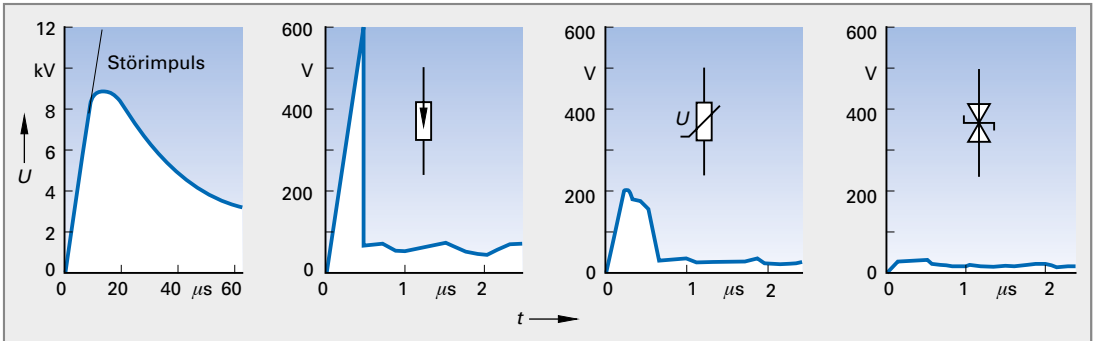

Bild 1: Staffelschutz der Schaltung Bild 2 gegen einen energiereichen Impuls
**Überspannungsableiter.** In Stromkreisen von stör anfälligen Betriebsmitteln setzen Überspannungsableiter die Kopplung herab (Bild 1). Derartige Überspannungsableiter bestehen aus Schaltungen mit verschiedenen Bauelementen, die bei Erreichen einer bestimmten Spannungshöhe leitend werden und an einen Erder angeschlossen sind. Dadurch wird die auftretende Überspannung zur Erde abgeleitet.
In Überspannungsableitern sind enthalten spannungsfeste **Gasableiter**, die aber erst bei hohen Spannungen ansprechen. Außerdem sind enthalten **Varistoren** (spannungsabhängige Widerstände), die weniger spannungsfest sind, aber schon bei mittleren Spannungen von z. B. 200 V ansprechen, und Suppressordioden, die schon bei kleinen Spannungen ansprechen. Dadurch wird ein Staffelschutz erzielt (Bild 1). Ein eintreffender Störimpuls wird zuerst vom Gasableiter geschwächt, dann vom Varistor verringert und schließlich von der Suppressordiode bis auf einen ungefährlichen Rest herabgesetzt.